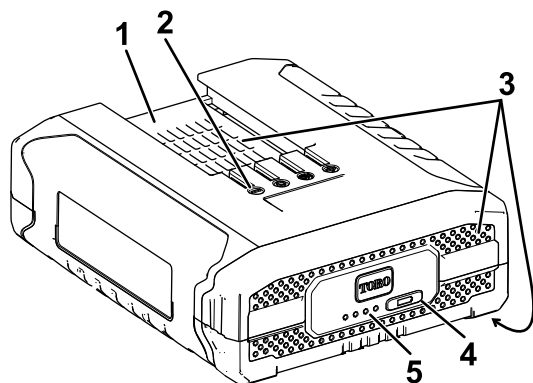

Figura 8
3. Allineate la cavità nel pacco batteria (Figura 8) con la linguetta sul caricabatterie.